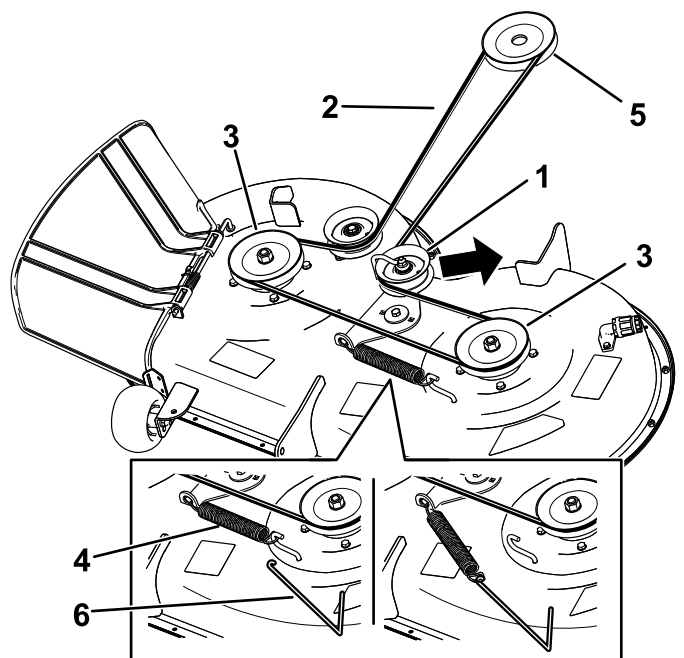

Figura 51
6. Usando una herramienta para la retirada de muelles (Pieza Toro N° 92-5771), retire el muelle tensor del gancho de la carcasa para eliminar la tensión de la polea tensora, y retire la correa de las poleas (Figura 51).
7. Pase la correa nueva alrededor de las poleas del motor y del cortacésped (Figura 51).
8. Usando una herramienta para la retirada de muelles (Pieza Toro N.º 92-5771), instale el muelle tensor sobre el gancho de la carcasa y tense la polea tensora y la correa (Figura 51).